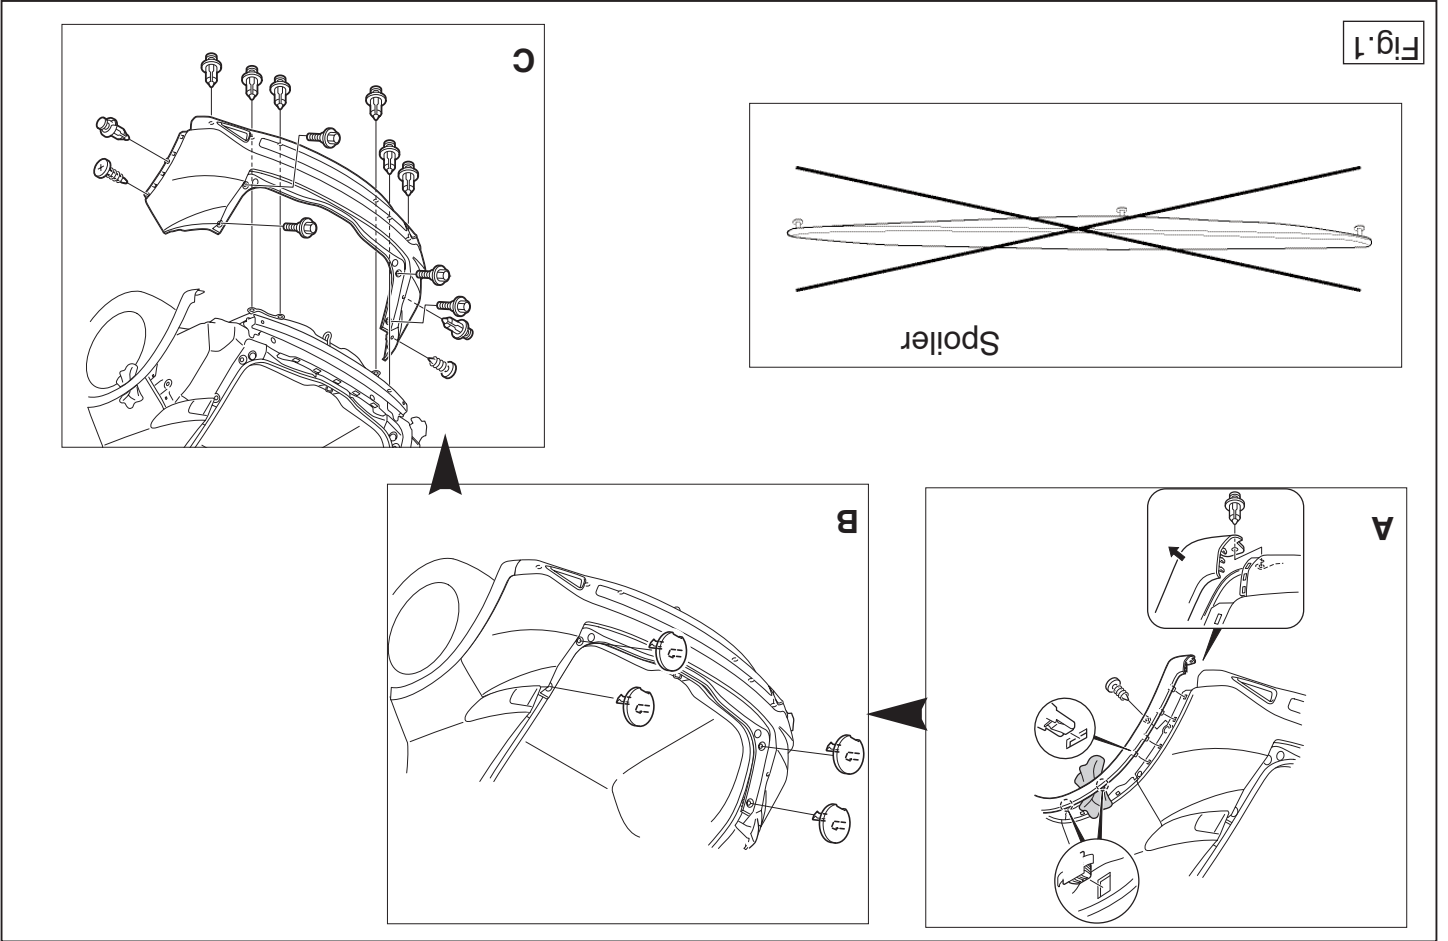

Fig. 1
2. Remove the bumper. (See figure 1).
9. Fit the bumper. (See figure 1).
2. Die Stoßstange abmontieren. (Siehe Abbildung 1).
9. Die Stoßstange montieren. (Siehe Abbildung 1).
2. Démontez le pare-chocs. (Voir la figure 1).
9. Mettre en place le pare-chocs. (Voir la figure 1)